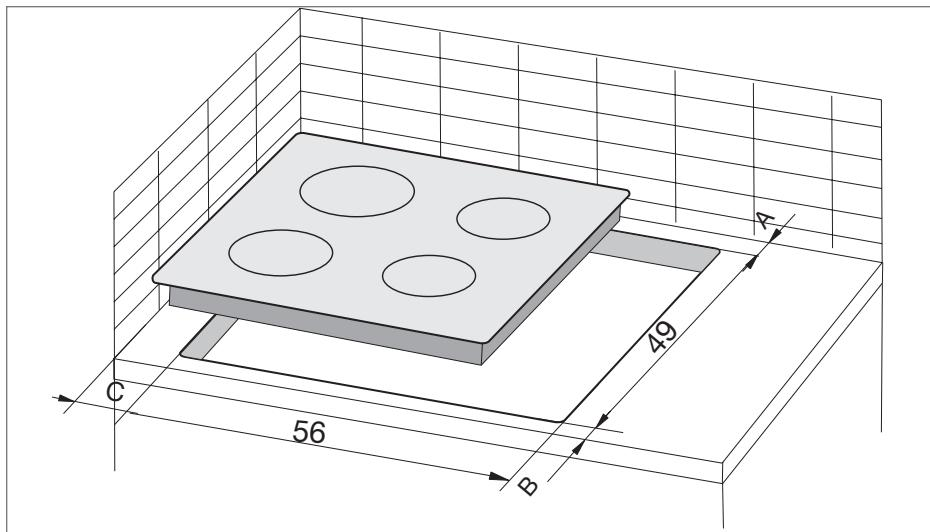

Figura 1
- El corte en la encimera debe ser de (L x P) **56 x 49 mm** (ver figura 1).
- Deje suficiente espacio alrededor del hueco de empotramiento: dejar al menos **50 mm** entre la placa de cocción y la parte trasera de la pared (medida A, figura 1), **60 mm** entre la placa de cocción y la parte delantera (medida B, figura 1) y **55 mm** entre la placa de cocción y la pared lateral (medida C, figura 1).